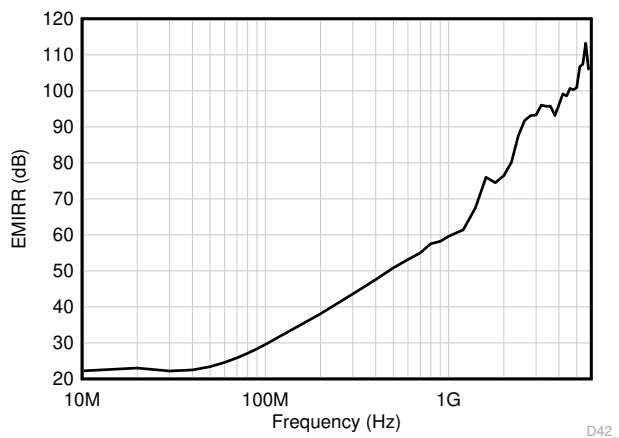

图 6-4. EMIRR 测试
OPA310-Q1 使用集成电磁干扰 (EMI) 滤波来降低干扰源 (如无线通信设备 (射频干扰 (RFI)) 以及混合使用模拟信号链和数字组件的高密度电路板) 产生的 EMI。通过电路设计技术可改进 EMI 抗扰度；OPA310-Q1 受益于这些设计改进措施。德州仪器 (TI) 已经开发出在 10MHz 至 6GHz 扩展宽频谱范围内准确测量和量化运算放大器抗扰度的功能。图 6-4 展示了在 OPA310-Q1 上执行此测试的结果。表 6-1 展示了 OPA310-Q1 在实际应用中通常会遇到的特定频率下的 EMIRR IN+ 值。运算放大器的 EMI 抑制比应用报告包含了与运算放大器相关的 EMIRR 性能主题，该报告可在 www.ti.com 上下载。